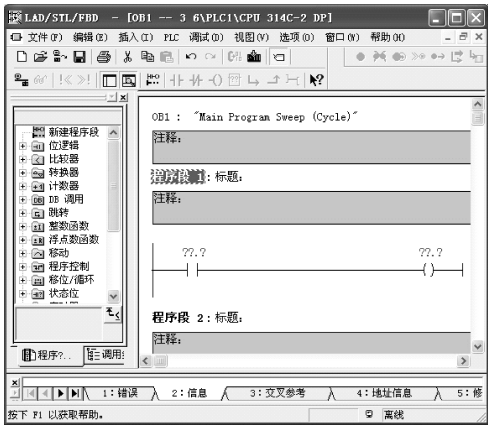

图 3-70 输入程序 (2)
2) 输入程序。选中如图 3-69 所示的“1”处，双击常开触点“**I1**”，常开触点自动跳到“1”处，再用同样的方法双击线圈“**Q1**”，线圈跳到常开触点的后面，如图 3-70 所示。